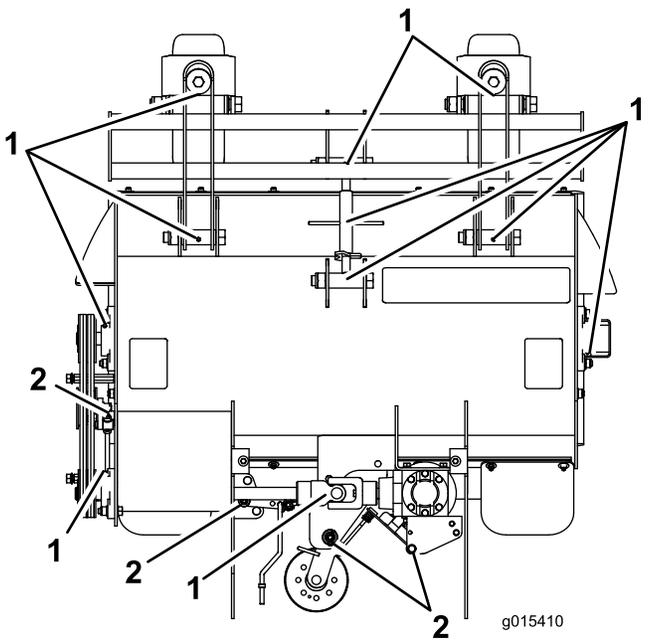

Figure 5
6. Toutes les 400 heures de fonctionnement, démontez les points indiqués à la Figure 5 et appliquez de la graisse antigrippante.